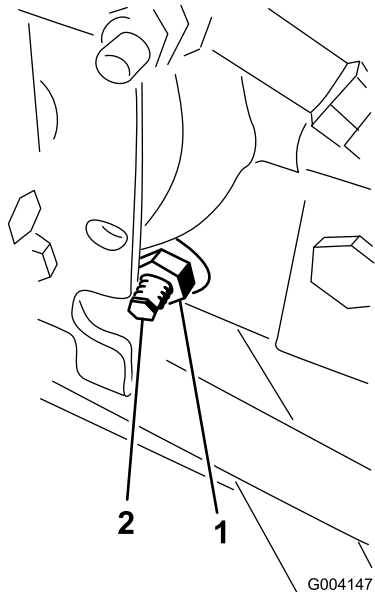

Figura 57
- No lado direito do hidrostato, solte a porca de bloqueio no excêntrico de ajuste da tração (Figura 57).